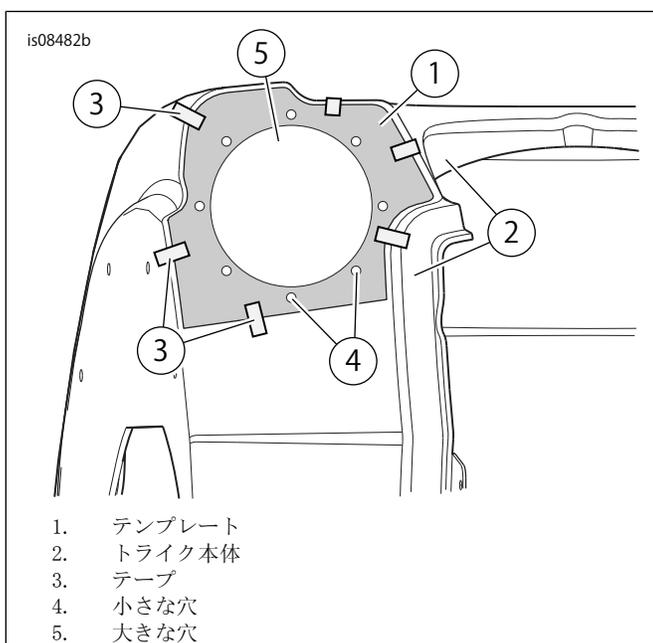

図1. テンプレートの位置
1. 「図1」を参照。テンプレート(1)をトライク本体(2)の片側に合わせます。テンプレートの端を車体廻りに沿った接線の端に合わせます。テンプレートをテープ(3)で固定します。8つの小さな穴(4)の位置にセンターポンチを打ちます。大きな穴(5)の位置には目立つ色のマーカーやグリス鉛筆で印をつけます。